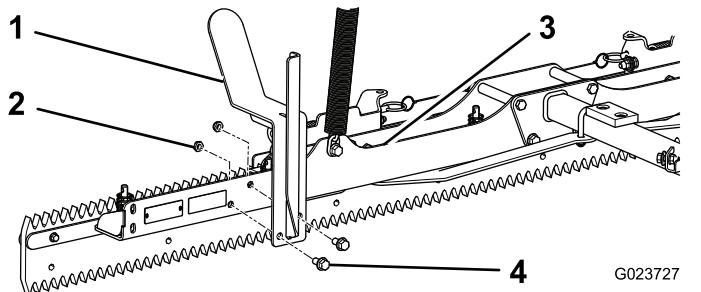

図4
- キャリアのボルト穴を、ネイル・ドラッグのボトム・プレートの前部にある穴に合わせる図4。